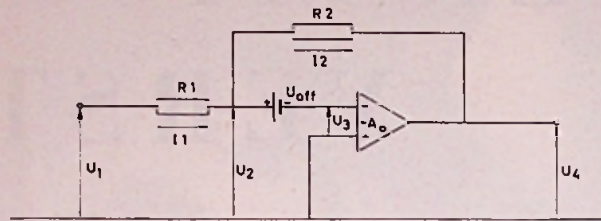

Fig. 2
a) Invloed offset spanning (fig. 2)